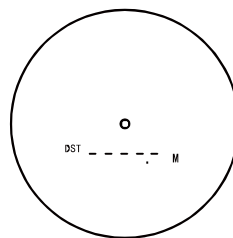

Abbildung 1
- Drücken Sie die EIN/AUS/MESSEN-Taste, um das Gerät ein- oder auszuschalten. Der Entfernungsmesser wechselt standardmäßig in den Entfernungsmessmodus (Abb. 1).
- Presione el botón ENCENDER/MEDIR para encender o apagar el dispositivo. El telémetro entra en el modo de medición de distancias de forma predeterminada (Fig. 1).